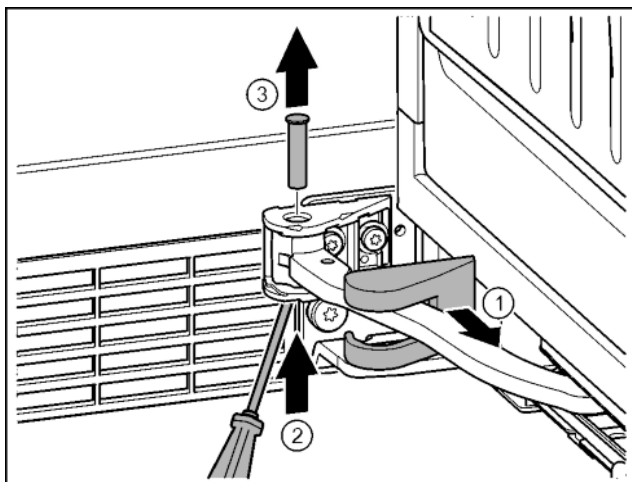

Fig. 14
- ▶ Снять крышку опорного кронштейна и переместить вдоль шарнира. Fig. 14 (1)
- ▶ Рукой или отверткой приподнять палец снизу. Fig. 14 (2)
- ▶ Вставить отвертку под головку пальца и вытащить его. Fig. 14 (3)